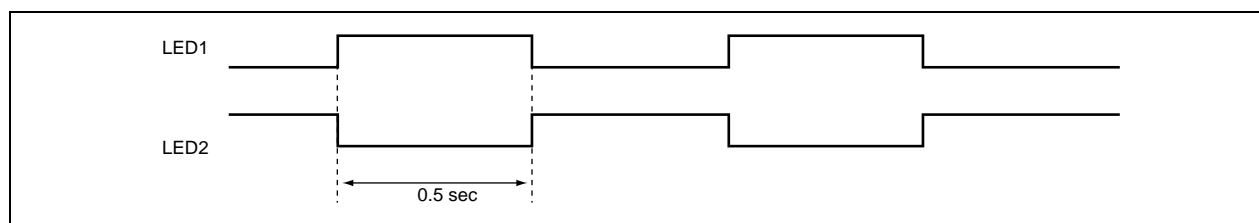

図 1.1 LED 点滅動作
1. 図 1.1 に示すように、ポートに接続した 2 つの LED を交互に点灯／消灯させます。